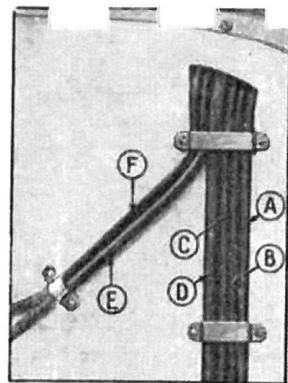

Fig. 368. — Canalisation électrique sur le tablier.
- 4—Monter le nouveau câble à la place de l'ancien en le glissant au travers du tablier et sous l'auvent (f, fig. 368).